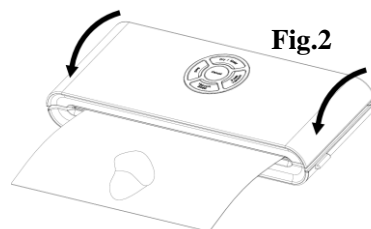

Fig.3
4. Închideți capacul de sus și apăsați bine până când auziți un declic pe ambele laturi – **Fig. 3**.
4. Apăsăți întrerupătorul recipientului de alimente „PULSE VACUUM” pentru a începe vidarea – Fig. 3. Pentru a vă asigura că nu există pierderi de aer între capac și recipientul de alimente, împingeți cu mâinile, în jos, butonul capacului, la începutul procesului de vidare.